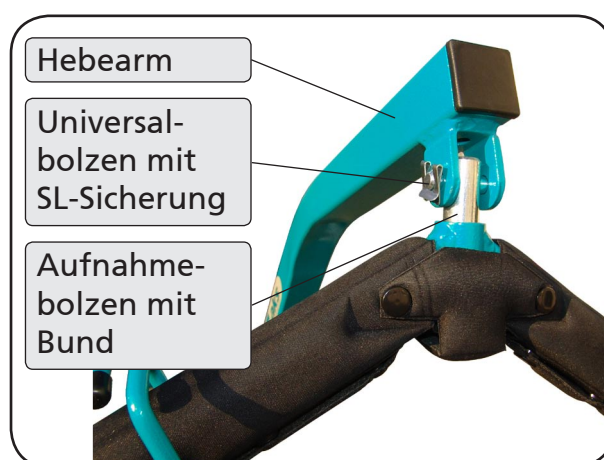

Abbildung 07
4. Zur Montage des Transportbügels entfernen Sie den Aufnahmebolzen mit Bund am Ende des Hebearms. Stecken Sie dann den Aufnahmebolzen mit Bund von unten durch den Transportbügel. Montieren Sie dann den Aufnahmebolzen mit Bund mit Transportbügel am Hebearm. Achten Sie zum Schluss wiederum auf die korrekte Befestigung der SL-Sicherung zur Sicherung des Universalbolzens (Abbildung 07).